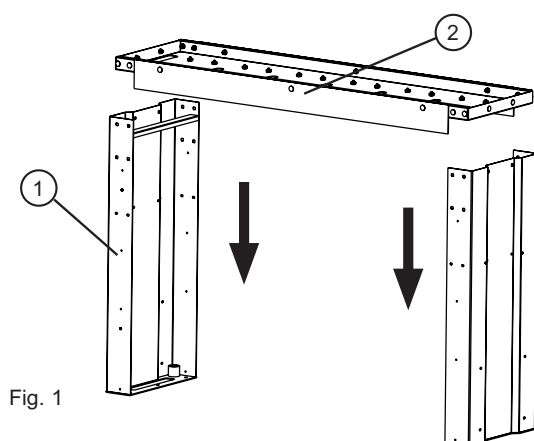
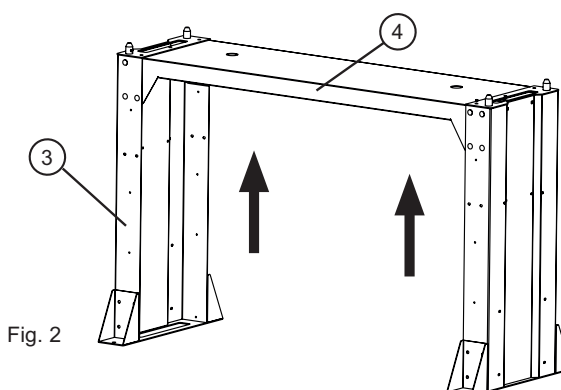

Fig. 1
Fig. 2
1. Place the two upper side supports (1) on the floor in vertical position (see fig. 1).
2. Place the upper hose reel support plate (2) on the said supports and fasten it with screws.
3. Place the two lower side support on the floor in vertical position and screw the support (4) (see fig. 2).
1. Ställ upp de gavlarna (1) på golvet (fig 1).
2. Lägg på monteringsplattan (2) för slangupprullarna på benen och skruva fast.
3. Ställ upp benen (3) och lägg på stödet (4) och skruva fast. (fig 2).